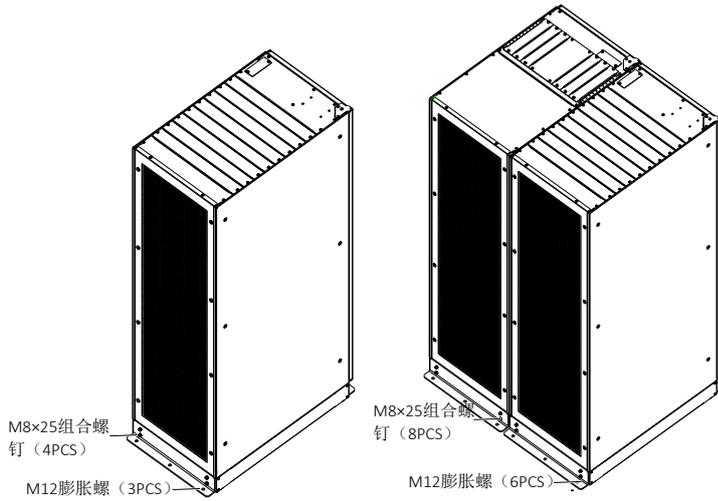

图 8-1 地震选件安装示意图 (背面安装)
1. 用 M8x25 组合螺钉将地震选件安装在机柜背面底部的相应安装孔中，然后用 M12 膨胀螺栓将地震选件固定在地板上，如图 8-1 所示。